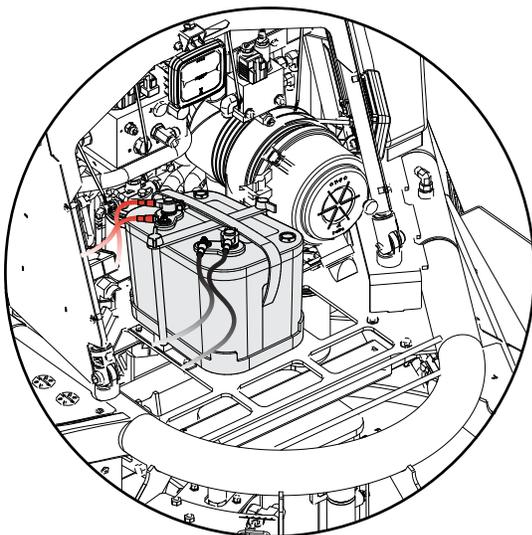

Figura 16. Caja de la batería
3. Para instalar la batería en la alisadora, asegúrese de que la batería esté bien asentada en la caja de la batería (Figura 16).